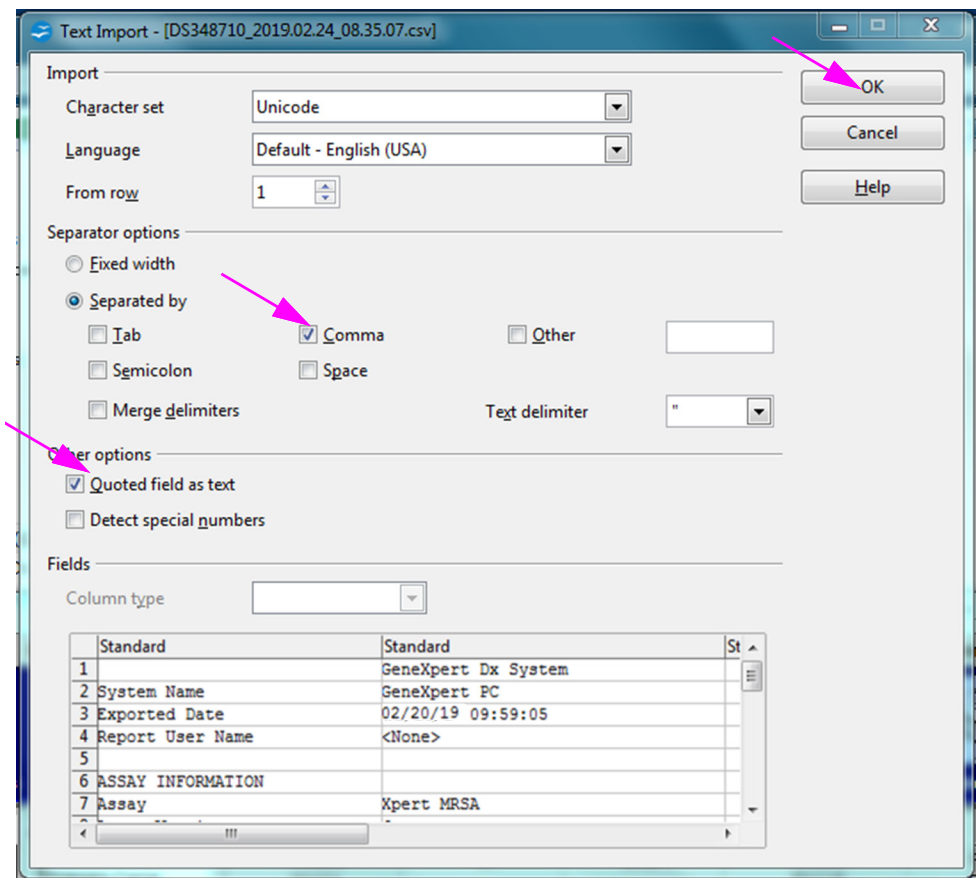

图 D-4. 含有选中的新设置的 Text Import（文本导入）屏幕
5. 选中 **Comma（逗号）** 和 **Quoted field as text（作为文本引用的字段）** 左侧的复选框。参见图 D-4。